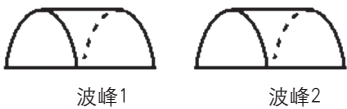

图2
- (4) 控制锡液波峰，用两台变频器通过调速控制波峰的高度（分为波峰1，波峰2），如图2所示。